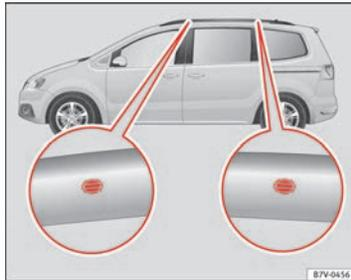

Fig. 101 Puntos de fijación de los soportes básicos y del portaequipajes del techo.
Los orificios de posicionamiento se encuentran en el lado interior de la baranda ⇒ fig. 101.
- El soporte básico debe fijarse únicamente en los puntos indicados en la ilustración ⇒ fig. 101.